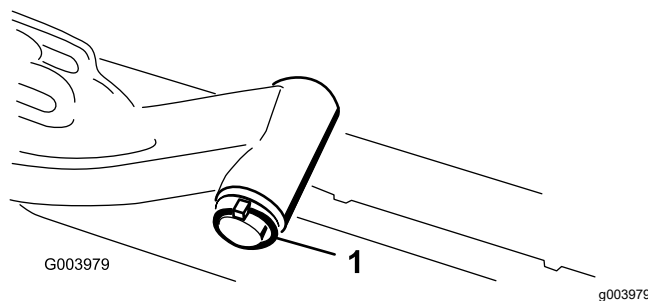

Figure 11
- C. Insérez l'axe du bras de levage dans le bras et fixez-le à l'aide de la rondelle et de la goupille à anneau (Figure 11).
- A. Retirez la goupille à anneau et la rondelle qui fixent l'axe de pivot du bras de levage au bras de levage, et sortez l'axe de pivot du bras (Figure 11).